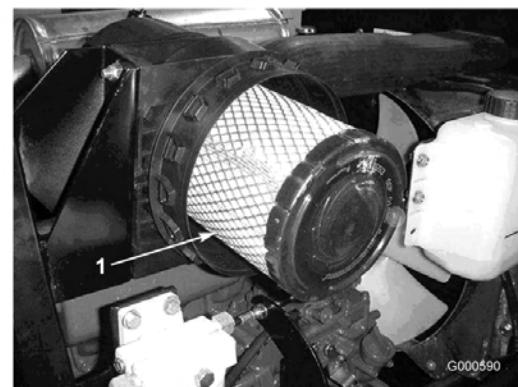

Figura 30
3. Retire e substitua o filtro primário (Figura 30).